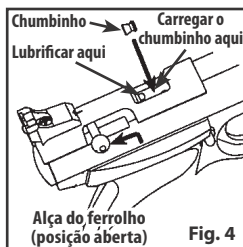

Fig. 4
2. Spannen Sie den Bolzen, indem Sie den Bolzengriff nach oben drücken und den Bolzen vollständig zurückziehen (Abb. 4).